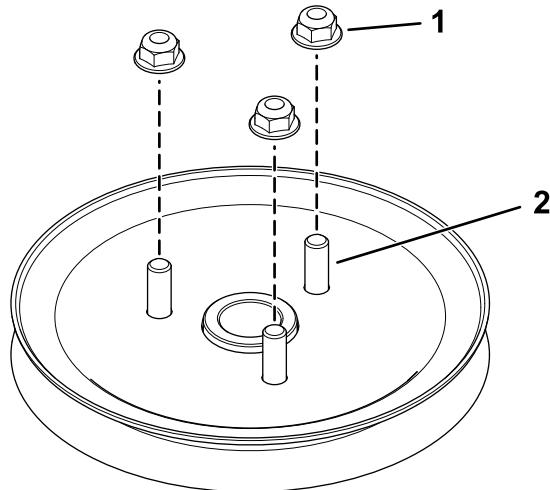

Figure 8
4. Serrez légèrement les 3 écrous sur les goujons (Figure 8).